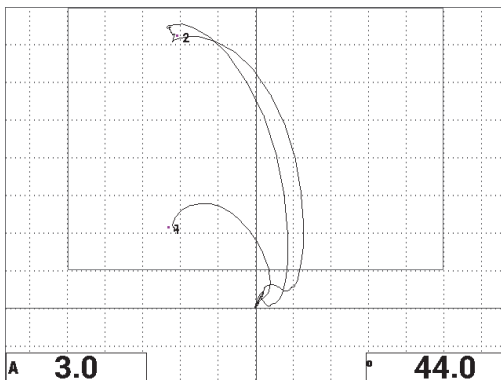

图 6-43 在脱粘缺陷上的第二次扫查
13. 按**全屏 / 下一组**键（），显示全屏，然后慢慢地在脱粘缺陷上扫查，并确保点仍然与信号匹配（参见第 150 页的图 6-43）。